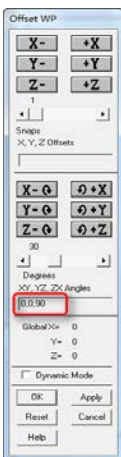
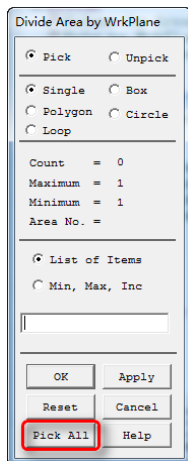
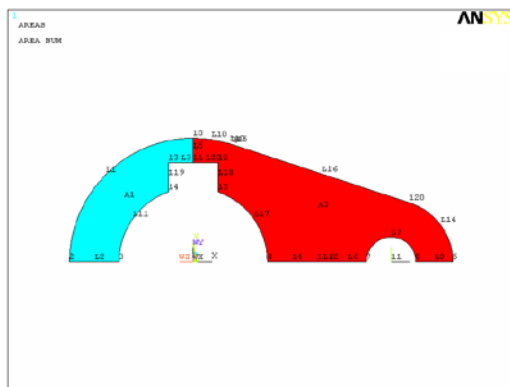

图 3-79 旋转工作平面
图 3-80 用工作平面切分面
图 3-81 切分面的结果
①旋转工作平面。
①从应用菜单中选择 **Utility Menu: WorkPlane > Offset WP by Increments**。
②在 **XY,YZ,ZX Angles** 文本框中输入 0,0,90，单击“OK”按钮，如图 3-79 所示。
②用工作平面切分面。
①从主菜单中选择 **Main Menu: Preprocessor > Modeling > Operate > Booleans > Divide > Area by WrkPlane**。
②在选择对话框中，选择 **Pick All**，如图 3-80 所示，所得结果如图 3-81 所示。